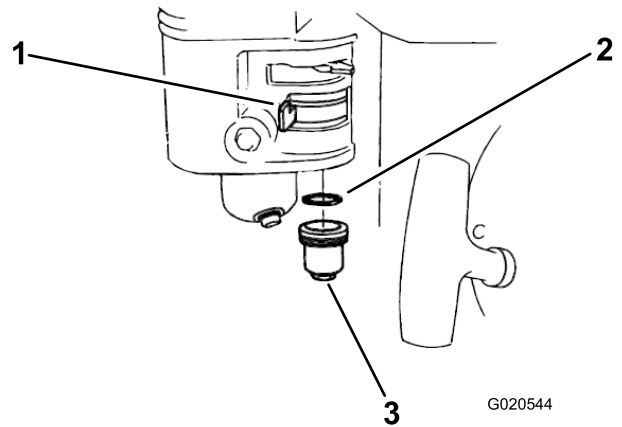

Figura 24
3. Coloque la junta tórica en la válvula de combustible e instale la taza de sedimentos (Figura 24).
1. Mueva la válvula de combustible a la posición de Cerrado, luego retire la taza de sedimentos y la junta tórica (Figura 24).
3. Retire la taza de sedimentos (Figura 24) y vacíe el combustible.
4. Mueva la válvula de combustible (Figura 24) a la posición de Abierto y drene la gasolina del depósito de combustible en un recipiente apropiado.
5. Vuelva a colocar la taza de sedimentos, apretando firmemente (Figura 24).